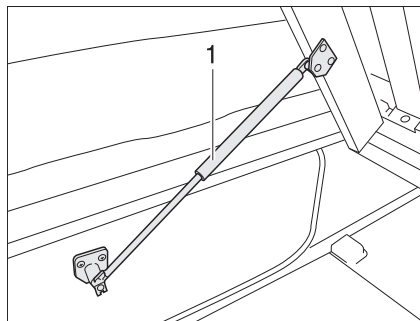

Fig. 65 Cama fija
- Levantar el somier. Los resortes por presión de gas (Fig. 65,1) retienen el somier en la posición abierta.